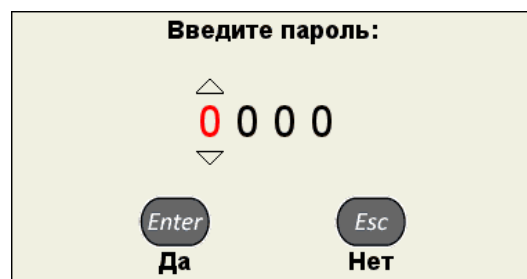

Рисунок 41
- откроется окно с запросом цифрового пароля (рисунок 41). Пароль по умолчанию – четыре нуля (0000).